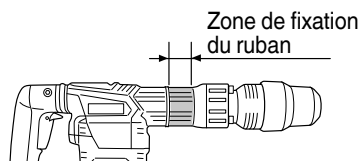

Fig. 3
- (2) Placer le ruban sur la zone de fixation du ruban et poser les deux orifices de la bande sur la portion en T du boulon de la poignée. (Fig. 3, 4)